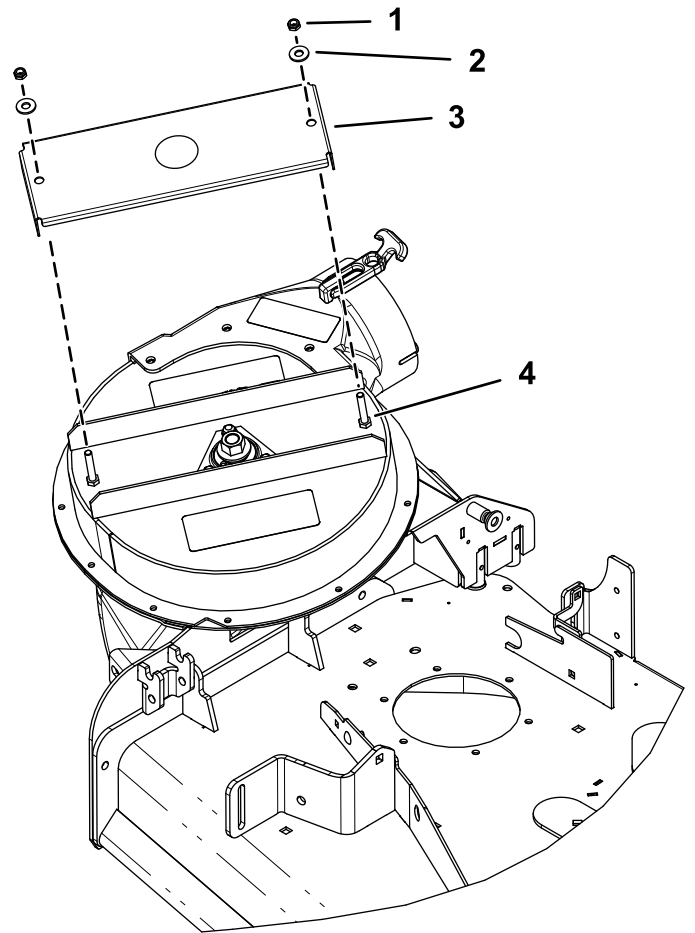

Bild 5
1. Entfernen Sie die zwei Muttern und zwei Scheiben, mit denen die OEM-Wellenabdeckung am Gebläse befestigt ist (Bild 5).
2. Entfernen und werfen Sie die OEM-Wellenabdeckung weg (Bild 5).